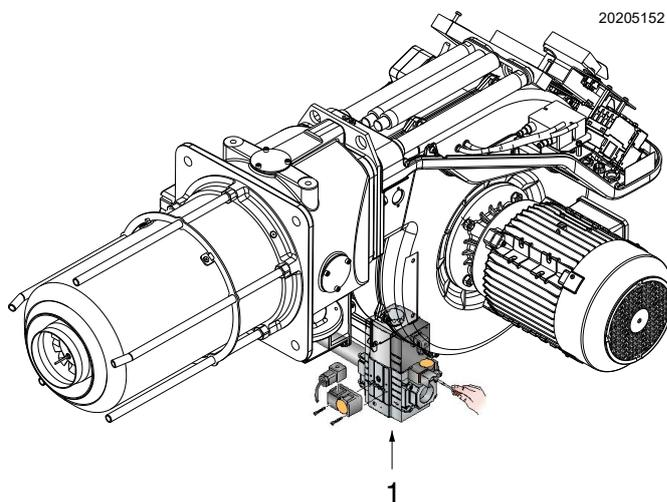

Fig. 32
- Controllare la pressione di alimentazione del gas collegando un manometro sulla presa di pressione 1)(Fig. 32) del pressostato gas di minima: deve essere inferiore alla pressione massima consentita della rampa gas, riportata nella targhetta delle caratteristiche.
- Sfiatare l'aria dalla tubazione della rampa gas, collegando un tubo in plastica sulla presa di pressione 1)(Fig. 32) del pressostato gas di minima. Portare all'esterno dell'edificio il tubo di sfiato, fino ad avvertire l'odore del gas.
A titolo orientativo può essere ricavata dalle Fig. 26, Fig. 27, Fig. 28 e Fig. 29 a pag. 29, basta leggere la pressione del gas sul manometro a U (illustrato in Fig. 32 a pag. 32) e seguire le indicazioni.